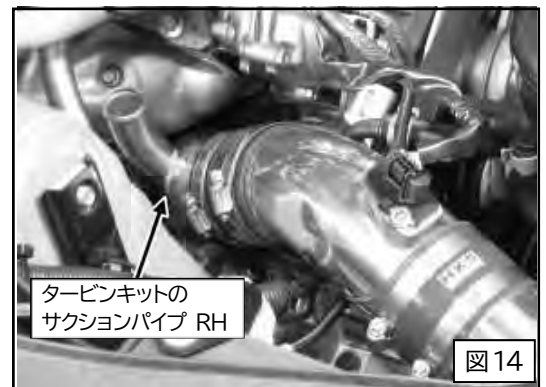

図14
- (7) サクシヨンパイプをHKSタービンキットのサクシヨンパイプ LH・RH に仮付けします。[LH・RH] (図7、図14)
(図 10、図 11、図 14、図 17、図 18、図 19、図 20)